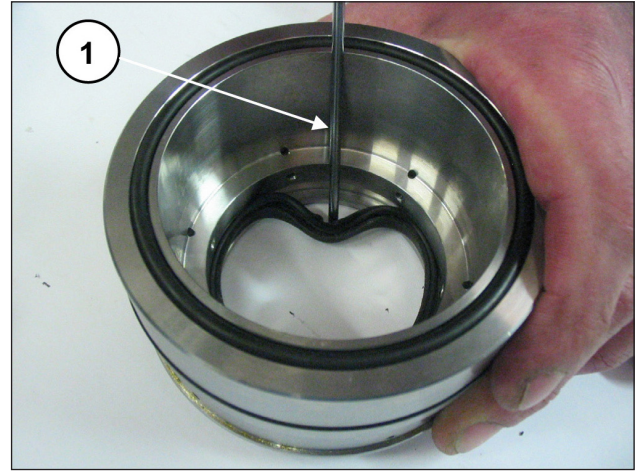

Fig. 199
Para remover a junta de baixa pressão, é necessário usar um medidor de espessura ou uma ferramenta que não danifique o local do suporte da junta (pos. ①, Fig. 199).